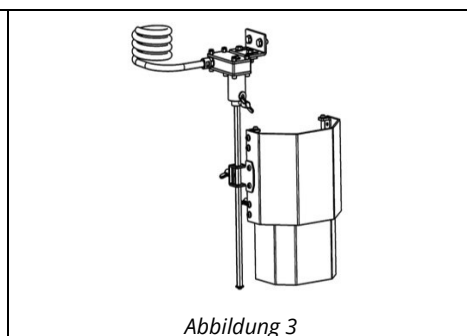

Abbildung 3
6. Die montierte Schutzeinrichtung soll wie in Abb. 3 dargestellt, zusammengebaut sein